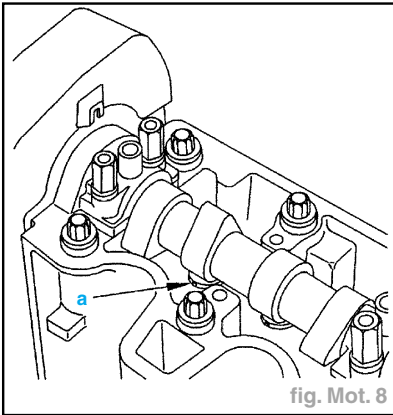

fig. Mot. 8
- Placer une came à dos de came avec l'encoche "a" du poussoir coté injecteurs (fig. Mot. 8).